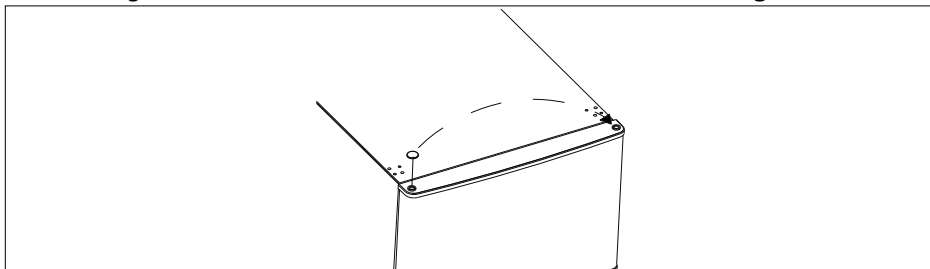

Fig. 5
- ▶ Rimuovere il tappo cieco del perno della cerniera sul lato sinistro della porta del vano frigorifero (4) e inserirlo nel foro sul lato destro (vedere la **fig. 5**).